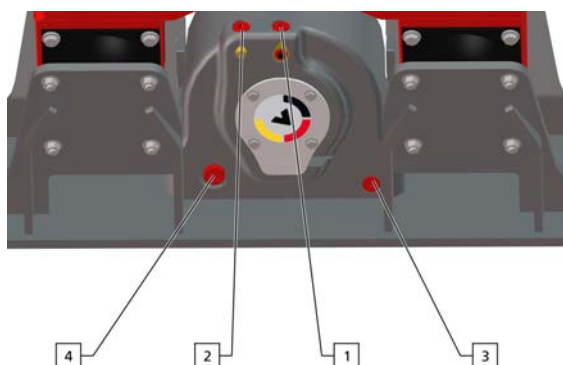

Abbildung 16: Öl erneuern
- Eine Ölauffangwanne unter die Ablassöffnung Pos. 2 (siehe Abbildung 16, Seite 17) stellen.
- Zuerst Öleinfüllschraube Pos. 1 (siehe Abbildung 16, Seite 17) und anschließend die Ölablassschraube Pos. 2 (siehe Abbildung 16, Seite 17) herausdrehen.
- Das Anbaugerät mit dem Trägergerät oder mit einem geeigneten Hebe-/Anschlagmittel nur soweit kippen, dass das Öl vollständig über die Ablassöffnung Pos. 2 (siehe Abbildung 16, Seite 17) ablaufen kann.
- Ist das gesamte Öl abgelaufen, die Ölablassschraube Pos. 2 (siehe Abbildung 16, Seite 17) mit einem neuen Kupferdichtring in die Ablassöffnung einschrauben und festziehen.
- Ca. 1,5 l Getriebeöl (Spezifikation siehe Kapitel 9.7, Seite 17, Tabelle 15) über die obere Öffnung an der Erregereinheit bei Pos. 1 (siehe Abbildung 16, Seite 17) einfüllen.
- Öleinfüllschraube Pos. 1 (siehe Abbildung 16, Seite 17) mit einem neuen Kupferdichtring einschrauben und festziehen.